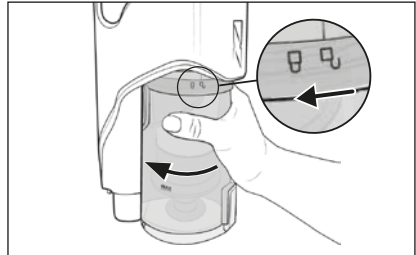

Abb. 17
- 2) Um den Staubbehälter **7** vom Gerät zu entfernen, drehen Sie ihn in Richtung des Symbols  (öffnen), bis er sich vom Gerät lösen lässt (siehe Abb. 17).